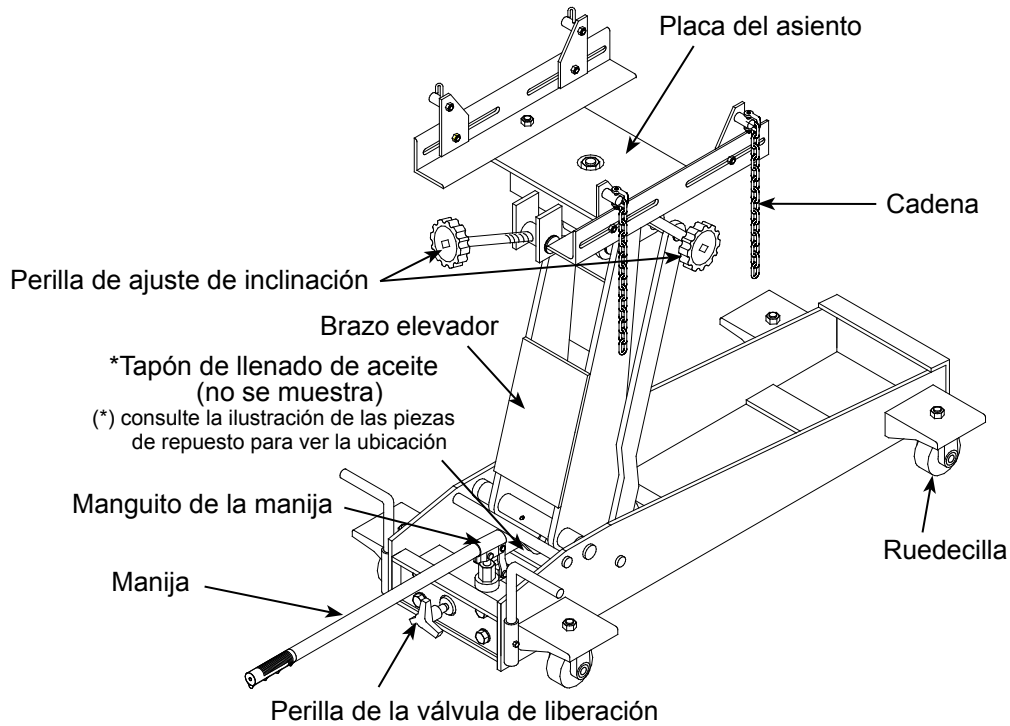

Figura 1: Componentes habituales de un gato de transmisión (se muestra 42000C)
1. Verifique que el producto y la aplicación sean compatibles; si tiene dudas, llame al Servicio técnico de Omega al (888) 332-6419.
3. Para familiarizarse con el funcionamiento básico, ubique y gire la perilla de la válvula de liberación (*consulte la Figura 1*):